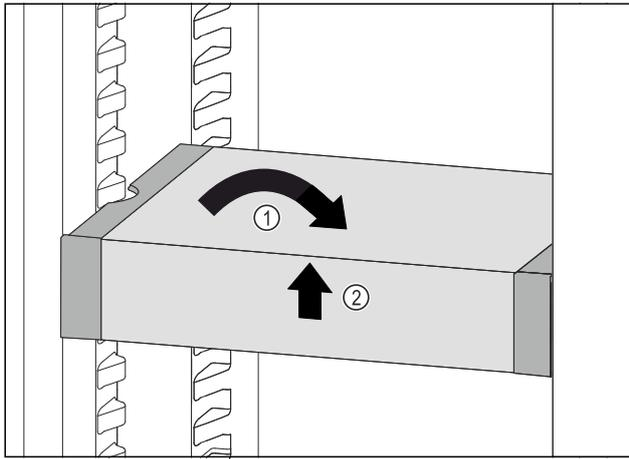

Fig. 76
- ▶ Coloque el VarioSafe en posición recta. Fig. 76 (1)
- ▶ Levante el VarioSafe por delante. Fig. 76 (2)